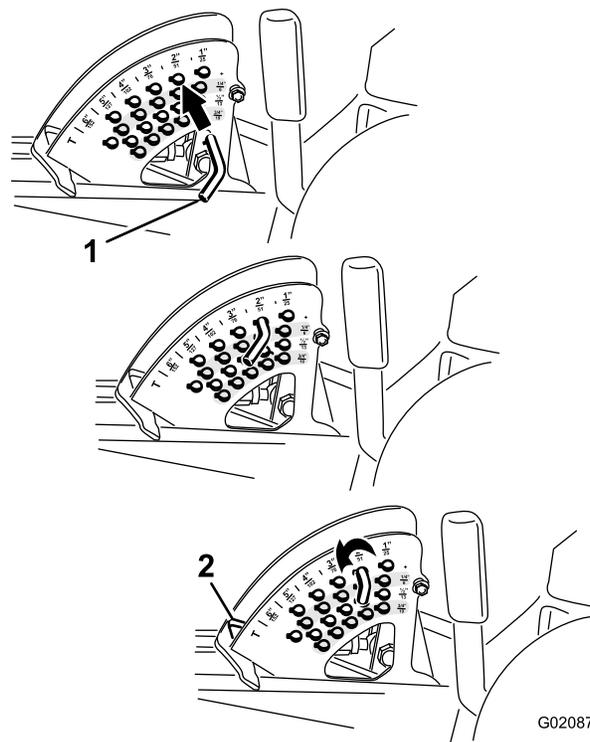

Figura 24
2. Rode o pino de bloqueio até que o pino do mesmo fique alinhado com as ranhuras nos orifícios no suporte da altura de corte e remova-o (Figura 24).
3. Selecione um orifício, no suporte da altura de corte, que corresponda a altura de corte desejada, insira o pino e rode-o para o bloquear no lugar (Figura 24).
**Nota:** Existem quatro filas de posições de orifícios (Figura 24). A fila de cima dá-lhe a altura de corte indicada por cima do pino. A segunda fila dá-lhe a altura de corte indicada mais 6 mm. A terceira fila dá-lhe a altura de corte indicada mais 13 mm. A fila de baixo dá-lhe a altura de corte indicada mais 19 mm. Para a posição de 15,8 cm só existe um orifício, colocado na segunda fila. Isto não acrescenta 6 mm à posição de 15,8 cm.